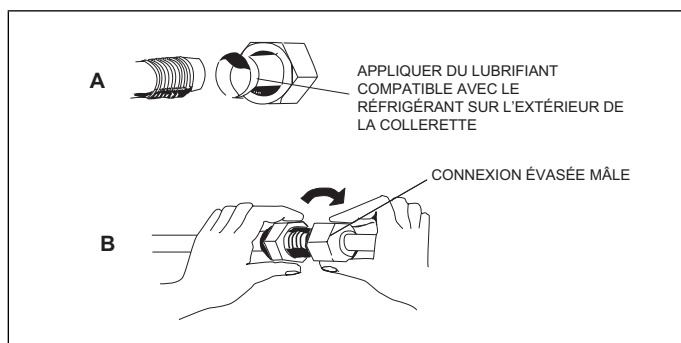

Figure 19. Réalisation des connexions mâles-femelles
15. Aligner les conduites de réfrigérant évasées sur les connexions filetées. Commencer par serrer légèrement les écrous évasés pour assurer qu'ils s'engagent correctement comme illustré à la «Figure 19. Réalisation des connexions mâles-femelles».